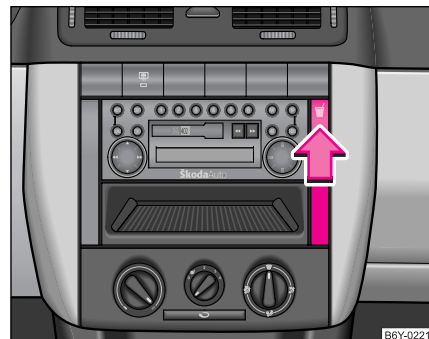

Fig. 67 Cuadro de interruptores: Soporte para latas de bebidas
- Presione el símbolo  en el sentido de la flecha → fig. 67, el soporte para bebidas aparecerá y se abrirá.